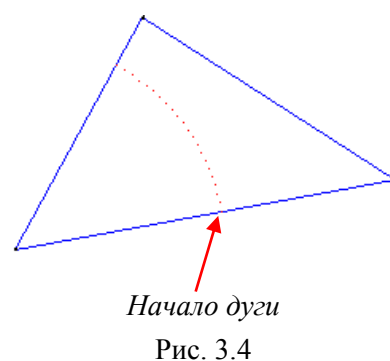

Рис. 3.4
1. Построить дугу с центром в нижней левой вершине треугольника (рис. 3.4).
**Шаг 5.** Указать конец дуги: выбрать объектную привязку **Ближайшая** , затем подвести курсор к левой стороне треугольника примерно посередине и нажать левую клавишу мыши. В треугольнике появится дуга (рис. 3.4).